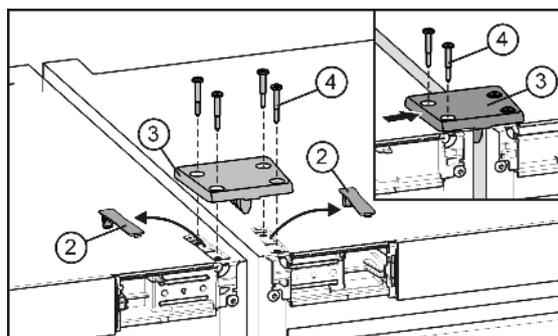

Fig. 5
- ▶ Выдвиньте из зацепления и снимите крышку Fig. 5 (2).
- ▶ Установите соединительную пластину Fig. 5 (3) и закрепите ее на одном устройстве с помощью двух винтов Fig. 5 (4).